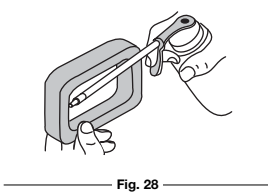

Fig. 28
4. Aplique suficiente aceite limpio de motor SAE 30 para recubrir ligeramente el filtro (Fig. 28).